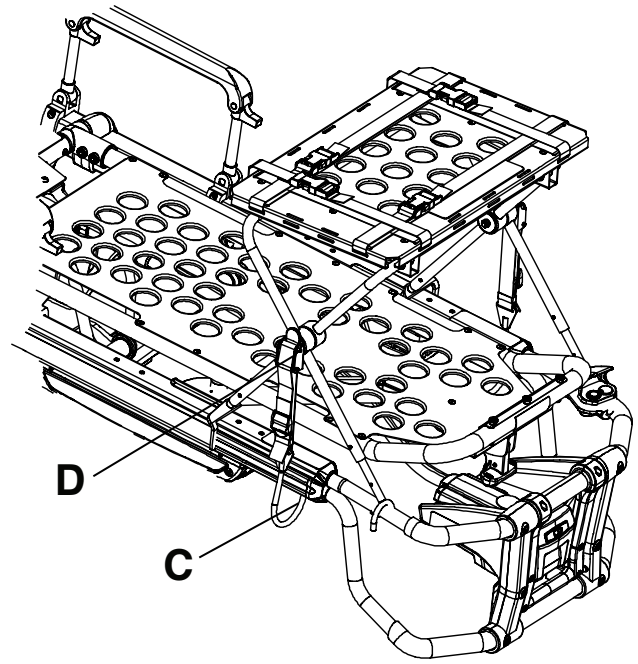

Afbeelding 25 – Open de poten van get defibrillatorplatform
2. Open de poten van het defibrillatorplatform en schuif ze uit (Afbeelding 25).